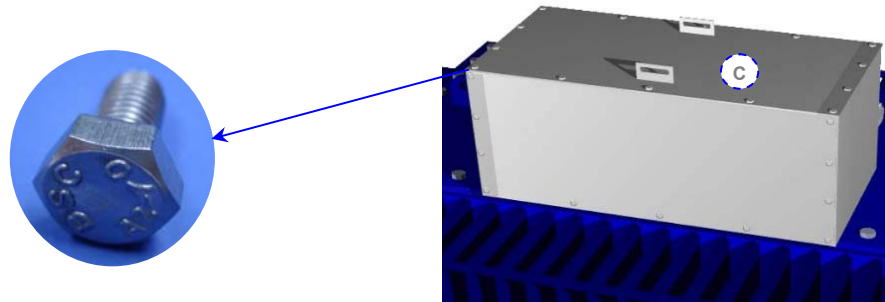

Figure 4.5.
- 1) Dévisser les 12 vis inoxydables à tête hexagonale M8 qui fixent le capot supérieur "C" de la boîte de protection (voir figure 4.5).